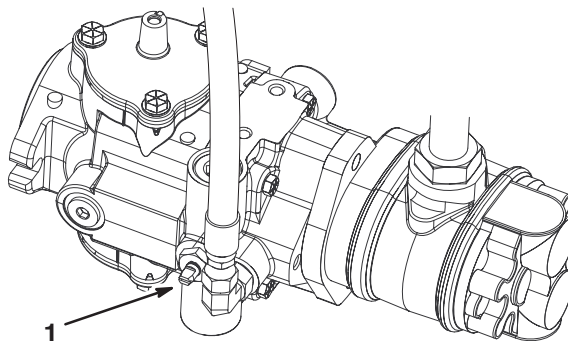

Bild 40
1. Ermitteln Sie das Sicherheitsventil an der Pumpe und drehen Sie es, so dass der Schlitz vertikal ist (Bild 40).
2. Schließen Sie vor dem Starten des Motors das Sicherheitsventil. Drehen Sie den Schlitz des Ventils in die horizontale Stellung (Bild 40). Starten Sie den Motor nie, wenn das Ventil noch offen steht.